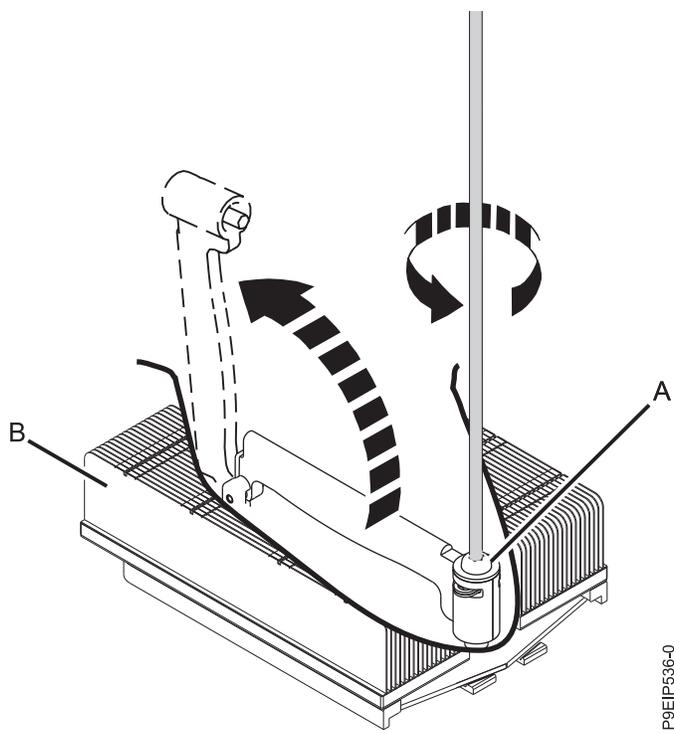

図 55. ヒート・シンクのロード・アームねじを緩める
4. #3 Phillips ドライバーを使用して、取り外すシステム・プロセッサ・ヒート・シンク (B) のロード・アームねじ (A) を緩めます。ロード・アームが、58 ページの図 55 に示す方向に旋回して上がります。